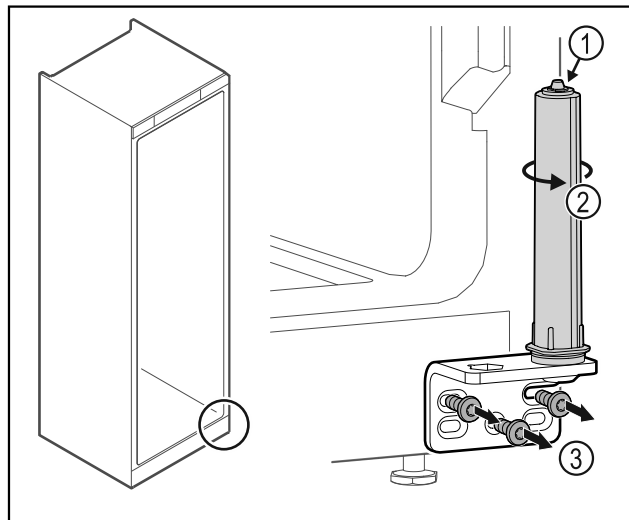

Fig. 35
- ▶ Ärge võtke ukseelukustussüsteemi lahti Fig. 35 (1).
- ▶ Keerake sulgemissüsteemi Fig. 35 (2), kuni see klõpsub.
- ▶ Kruvige šarniirnurgik Fig. 35 (3) maha.